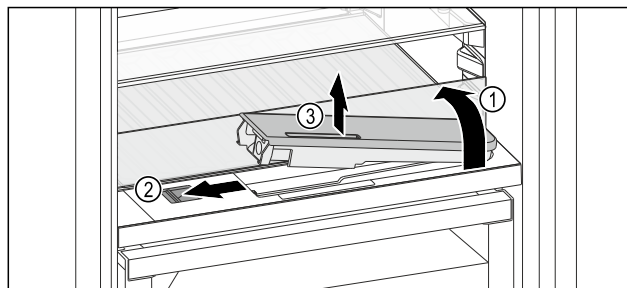

Fig. 118
- ▶ Podignite staklenu ploču i otklopite je do graničnika prema natrag Fig. 118 (1).
- ▶ Pomaknite Fig. 118 (2) klizač ulijevo.
- ▶ Izvadite spremnik za vodu Fig. 118 (3).